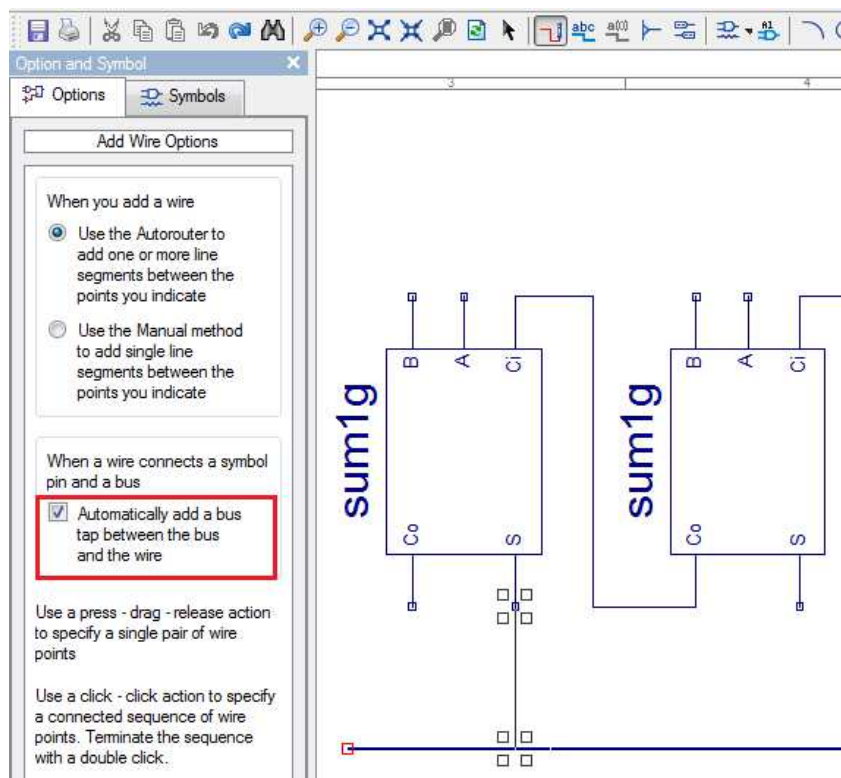

figura 16
5. Se apăsă butonul de desenare fire, se selectează câmpul tab **Options** (daca nu este deja selectat) și se validează check box-ul „**Automatically....**”, ca în figura 16.
6. Pentru a adăuga o conexiune terminal – magistrală, poziționați cursorul în dreptul unui terminal – de exemplu S-ul rangului 3 în figura 16. Poziționarea este corectă în momentul în care apar cele 4 pătrățele. Faceți clic. Apoi, poziționați cursorul pe magistrală. Și în acest caz, poziționarea este corectă în momentul în care apar cele 4 pătrățele. **Atenție: de obicei aceste ultime 4 pătrățele nu apar, chiar dar poziționarea este corectă!** Faceți clic. Faptul că un fir este conectat la magistrală este specificat prin apariția triunghiului isoscel (tap) cu baza așezată pe magistrală.